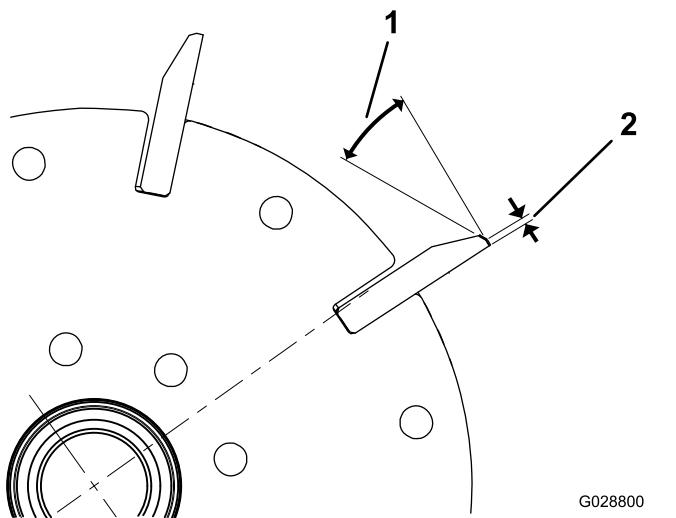

Figura 25
1. Aplique uma amolação de retificação de 30 graus em todas as lâminas do cilindro até que a folga tenha uma largura de 1,3 mm (Figura 25).